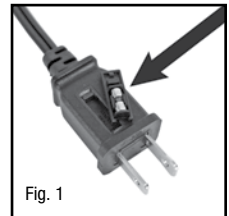
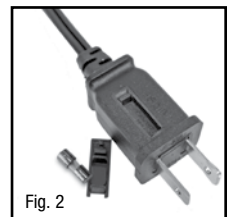

Fig. 1
Fig. 2
- Si su ventilador pierde potencia y sospecha que el fusible de su ventilador se ha fundido, debe primero retirar el sujetador del fusible de repuesto adjunto al cable de corriente (Fig. 1). Retire el fusible de repuesto del sujetador de plástico y déjelo a un lado (Fig. 2).
- Alinee el ensamble del pedestal izquierdo y del derecho y encájelos juntos con firmeza (Fig. 1).
- Alinee las dos partes de la base circular y encájelas a presión empujando suavemente las 4 protuberancias (Fig. 2, Pieza A) dentro de los círculos adyacentes de la pieza de conexión (Fig. 2, Pieza B).